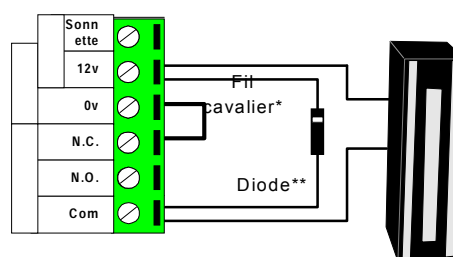

Figure 4.14
** Cette diode est fournie dans le kit de montage et doit être montée dans le sens (polarité) indiqué sur la figure 4.14.